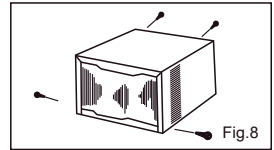

Fig.8
Abra la cubierta del panel. (Fig.8)
Algunos modelos tienen dos más tornillos en la parte de atrás del gabinete. (Fig.8)
- 7) Reinstale el soporte de retención del panel frontal con los tornillos de montaje (Fig.8,7,13)